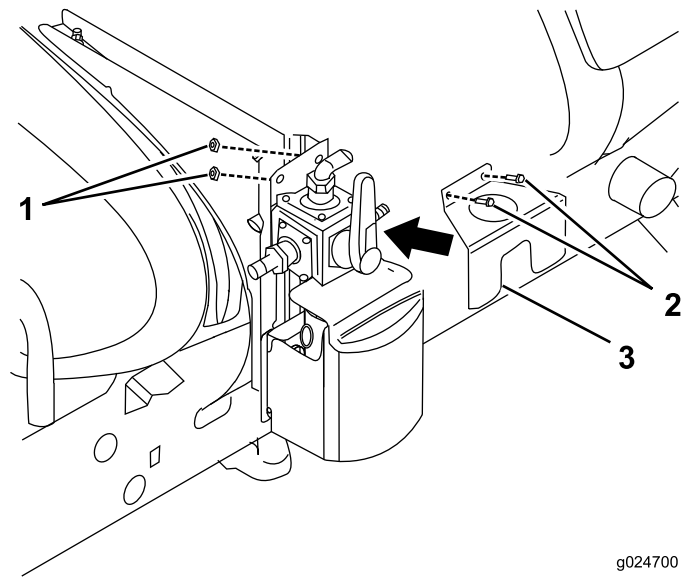

Bild 17
4. Befestigen Sie den Frontplattenhalter mit 2 Bundschrauben und 2 Bundmuttern an der Ventilhalterung (Bild 17).